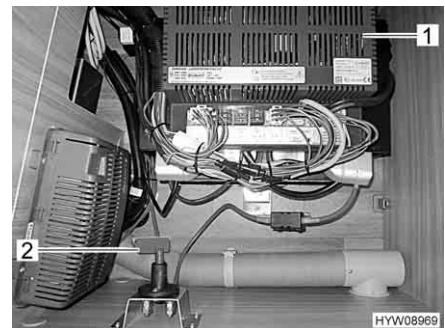

Fig. 12 Interruttore principale per il sistema di manovra, ubicazione
- ▷ L'interruttore principale (Fig. 12,2) si trova in uno dei cassoni letto, vicino all'apparecchio per l'alimentazione elettrica (Fig. 12,1).